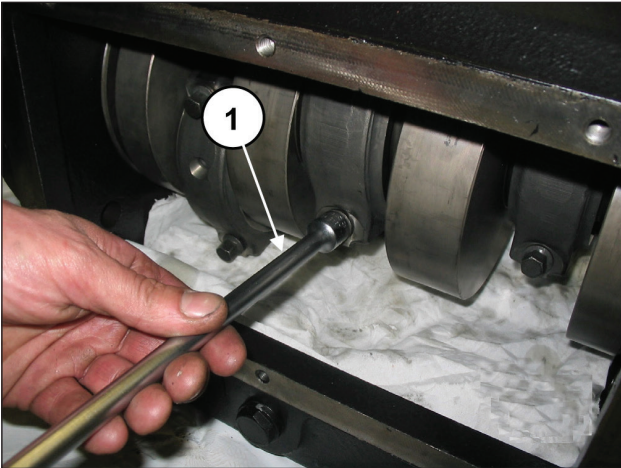

Fig. 24
Dévisser les vis de bielle (rep. ①, Fig. 24).